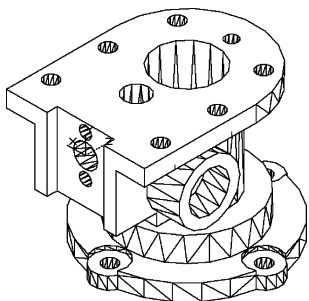

图 13-99 差集水平内孔后的壳体
(1) 设置用户坐标系。在命令行中输入“UCS”命令，将坐标原点移动到(-25,10,-36)，并绕Y轴旋转90°。
(2) 单击“三维工具”选项卡“建模”面板中的“圆柱体”按钮，以(0,0,0)为圆心，分别创建直径为12、高8及直径为8、高为25的圆柱体；以(0,10,0)为圆心，创建直径为6、高为15的圆柱体。
(3) 选择菜单栏中的“修改”→“三维操作”→“三维镜像”命令，将 $\phi 6$ 圆柱体以当前ZX面为镜像面，进行镜像操作。
(4) 单击“三维工具”选项卡“实体编辑”面板中的“差集”按钮, 将壳体与水平内形圆柱体进行差集运算。结果如图 13-99 所示。